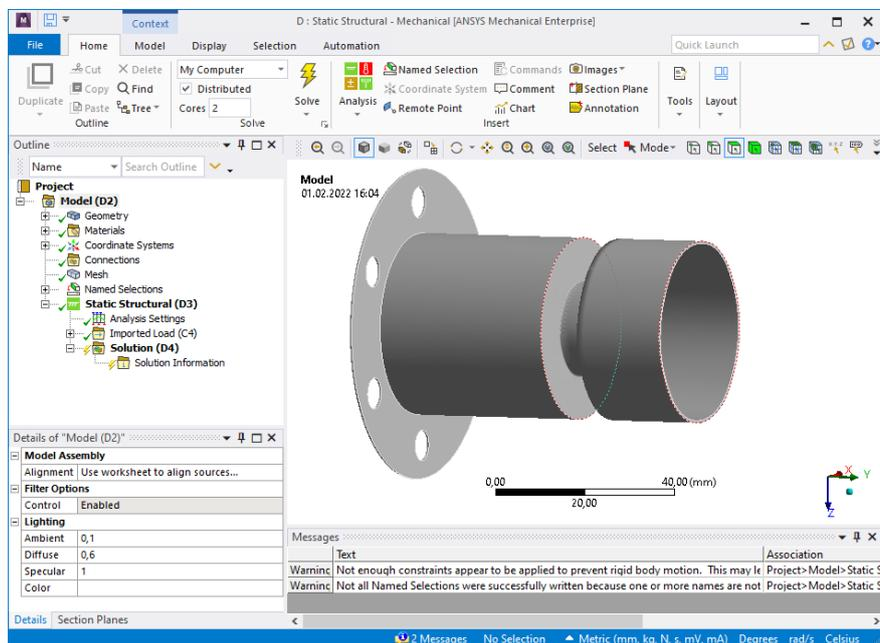

Рис. 34. Окно Mechanical
17.1. В окне Workbench дважды нажимаем на **Model** в блоке **Static Structural**. После этого перед нами появится окно, представленное на рис. 34.